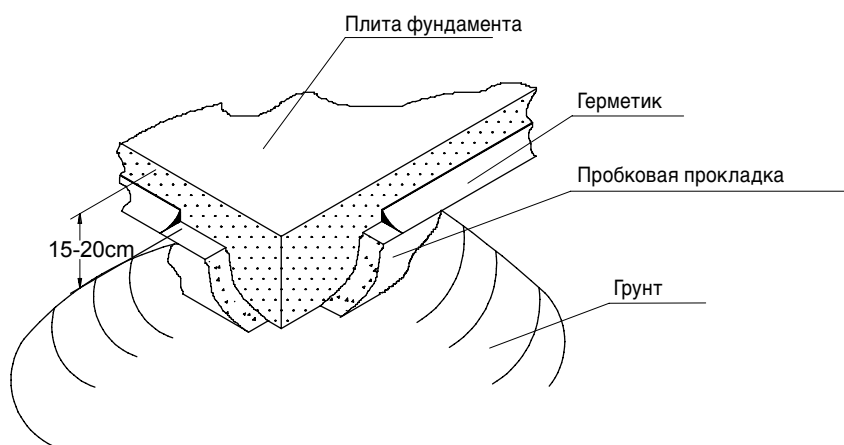

Рис. 2
- Рекомендуется подготовить опорный фундамент, полностью выровненный по горизонтали и имеющий размеры, соизмеримые с площадью, занимаемой установкой. Особую важность представляют меры предосторожности, при необходимости размещения установки на неустойчивом грунте. На Рис. 2 показана типичная конструкция опорного фундамента.